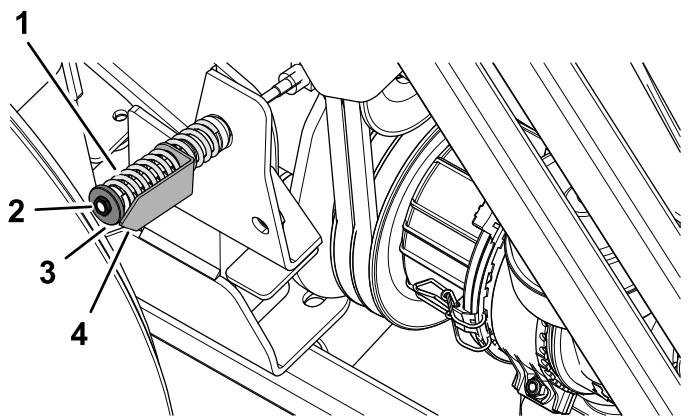

図 89
5. 必要に応じ、アイドラプーリテンショナについているナットを回して、矢印がワッシャの外側表面と同じ位置にくるように調整する図 89。
8. アイドラブリテンショナのナットをゆるめる図 89